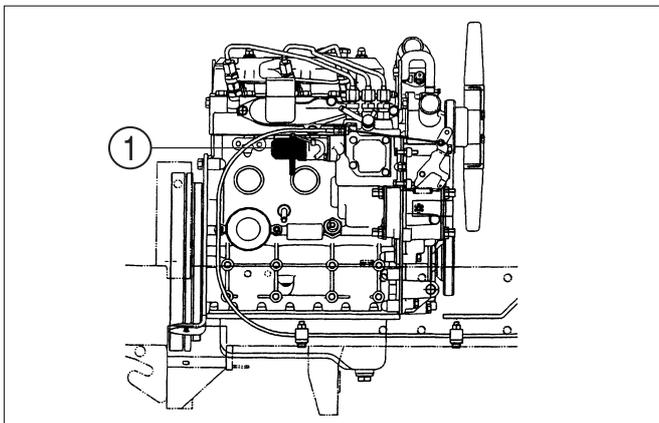

FIG. 34
**FIG. 34** : Si le moteur ne s'arrête pas lorsque vous mettez le commutateur principal sur arrêt, ouvrez le capot du côté gauche et enfoncez l'extrémité du cache du solénoïde ①, jusqu'à ce que le moteur s'arrête. Consultez votre concessionnaire si l'utilisation manuelle de l'arrêt moteur est nécessaire.